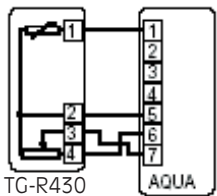

FIG. 3
- FIG. 3: Hauptfühler und externes Sollwertpoti bei Raumtemperaturregelung mit TG-R430-Fühler